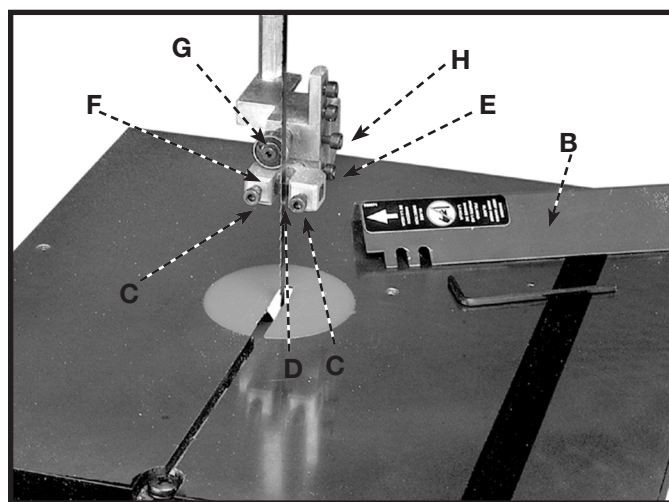
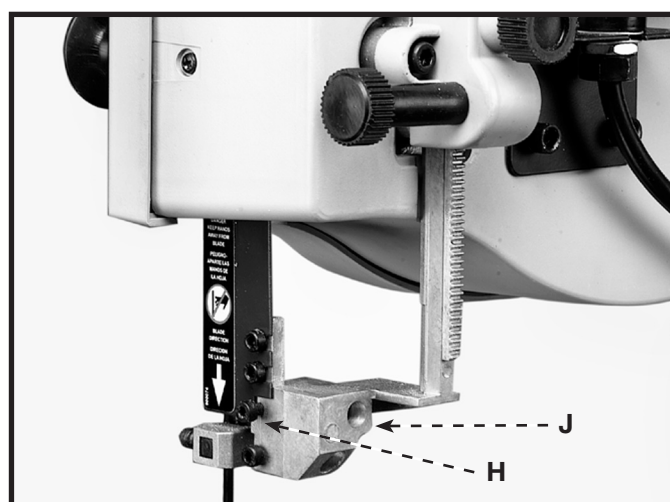

Fig. 27
Fig. 28
⚠ AVERTISSEMENT Débrancher l'appareil de la source d'alimentation. Upper blade guard (b) Fig. 27 is shown removed for clarity. Always make sure the upper blade guard is installed and properly adjusted before operating the band saw.
1. Desserrer les deux vis (C) fig. 27, et régler les guides de lame (D) aussi près que possible des côtés de la lame de scie en étant prudent de ne pas pincer la lame. Serrer les deux vis (C).
2. Desserrer la vis (E) fig. 27, et déplacer le support du guide (F) vers l'intérieur ou vers l'extérieur jusqu'à ce que le bord avant des guides (D) soient juste derrière les « gorges » des dents de lame. Resserrer la vis (E).
3. Le roulement d'appui supérieur (G) fig. 27, empêche que la lame de scie soit poussée trop loin lors de la coupe. Le roulement d'appui (G) doit être réglé environ à 0,8 mm (1/32 po) derrière la lame. La lame devrait également chevaucher le diamètre externe du roulement d'environ 3,2 mm (1/8 po). Pour effectuer un réglage :
4. Desserrer la vis (H) fig. 28, et coulisser le roulement d'appui (G) vers l'intérieur ou vers l'extérieur jusqu'à ce qu'il soit à environ 0,8 mm (1/32 po) derrière la lame de la scie.
5. Le roulement d'appui supérieur (G) fig. 27, est réglé sur un arbre à excentrique. Pour modifier la position du roulement (G), utiliser un tournevis droit pour tourner l'arbre (J) fig. 28, jusqu'à ce que la lame chevauche correctement le roulement d'appui. Puis serrer la vis (H).